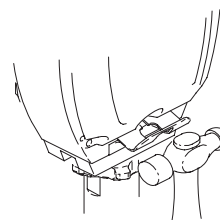

Abb. 19
6. Abb. 19. Mit einem max. 567 g schweren Hammer fest auf die Sicherungsmutter klopfen, um sie zu lösen. Pumpe abschrauben.